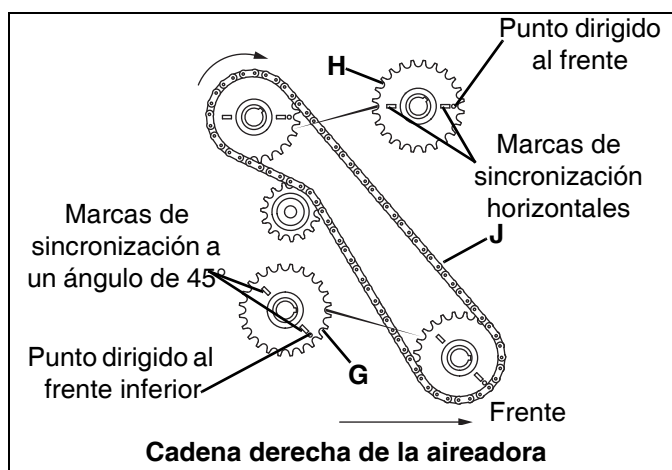
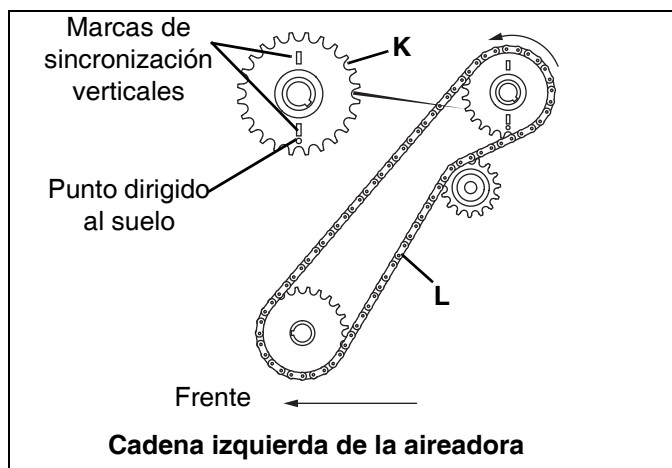

Figura 6D
Figura 6E
4. Gire el piñón derecho del eje de levas (G) hasta que la bocallave apunte a la parte frontal de la unidad. Las marcas de sincronización deben situarse a un ángulo de 45° con el punto orientado al frontal inferior. [Ver Figura 6D]
5. Gire el piñón derecho del cigüeñal (H) hasta que las marcas de sincronización queden horizontales con el punto orientado al frente. La bocallave debe quedar a un ángulo de 45°.
6. Instale la cadena del lado derecho de la aireadora (J). El piñón del cigüeñal puede girarse hasta 5° en dirección de las agujas del reloj únicamente hasta que se engrane correctamente con la cadena.
7. Gire el piñón izquierdo del cigüeñal (K) hasta que las marcas de sincronización queden verticales con el punto orientado al suelo. [Ver Figura 6E]
8. Instale la cadena del lado izquierdo de la aireadora (L). El piñón del cigüeñal puede girarse hasta 5° en dirección contraria a las agujas del reloj únicamente hasta que se engrane correctamente con la cadena.